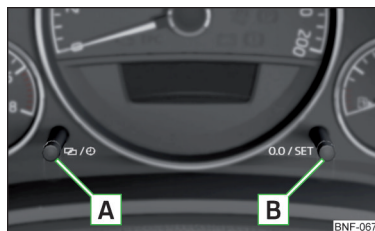

Fig. 24
- Mențineți apăsată tasta **A** » fig. 24, până când afișajul orei începe să clipească pe display.